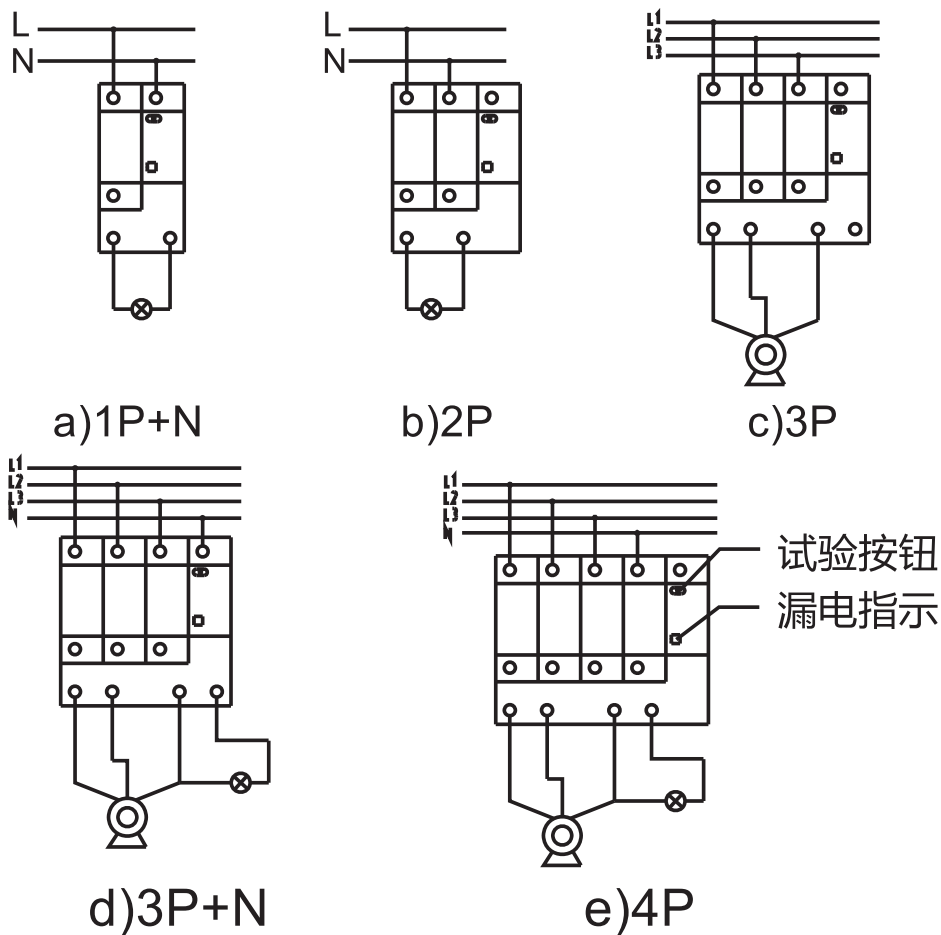

图1
4 严格按图1接线图配线安装；
5.5 接线示意图：见图1 (a~e)